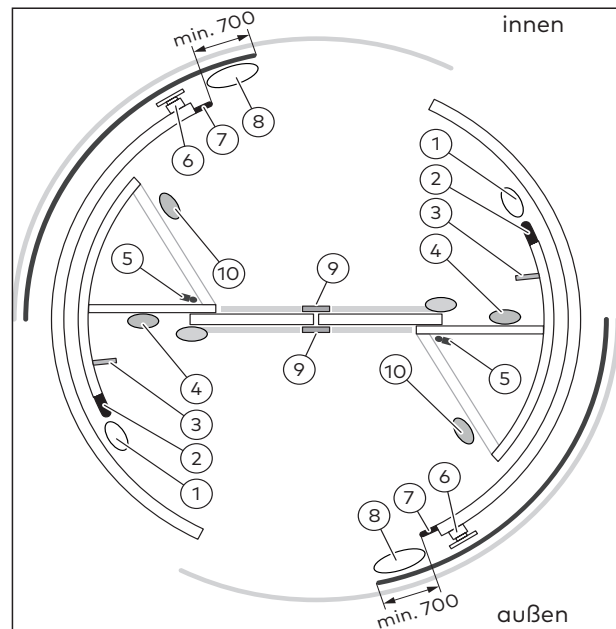

Abb. 111 Schutzeinrichtungen und Bedienelemente (Beispiel)
2. Vorhandene Not-Halt-Schalter (Abb. 111/6) prüfen.
- Vordere Anwesenheitssensoren (Abb. 111/1)
- Lichtschranken (Abb. 111/3)
- Obere Sensoren Türflügel (Abb. 111/4)
- Vitrinen Türflügelschalter (Abb. 111/5) *
- Stirnbandsensoren (Abb. 111/8)
- Schiebetür mit Sicherheitssensor (Abb. 111/9)
- Personenerkennungssensor (Abb. 111/10)
- Aktive Sicherheitsleiste – Vorderpfosten (Abb. 111/7) auf zuverlässiges Ansprechen am Ein- und Ausgang prüfen.